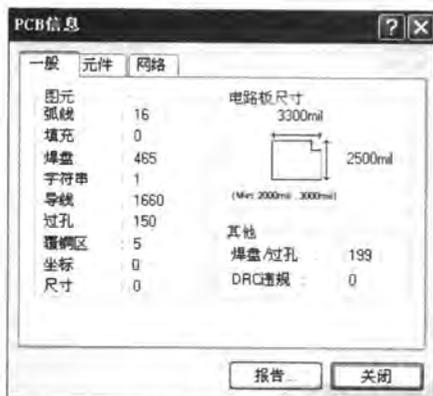

图 11-32 【PCB 信息】对话框
- [2] 执行【报告】/【PCB 信息】命令，打开如图 11-32 所示的【PCB 信息】对话框。
该窗口中有 3 个标签页即【一般】、【元件】、【网络】，图 11-32 所示为【一般】标签页中的内容，汇总了 PCB 上的各类图元如导线、过孔、焊盘、敷铜区等的数量，并报告了电路板的尺寸和 DRC 违规数量。